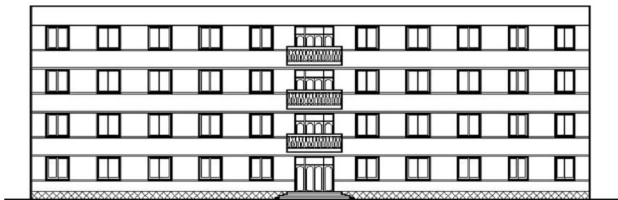

图 4.76 用【用户定义】图案填充填充散水
- ③ 设定【角度】为“45”，【间距】为“400”。
- ④ 单击【拾取点】按钮, 关闭对话框, 在拾取内部点或[选择对象(S)/删除边界(B)]: 提示下, 分别在台阶两侧要填充的区域内部单击, 选择填充区域。
- ⑤ 按 Enter 键返回【图案填充和渐变色】对话框, 单击【确定】按钮关闭对话框, 结果如图 4.76 所示。